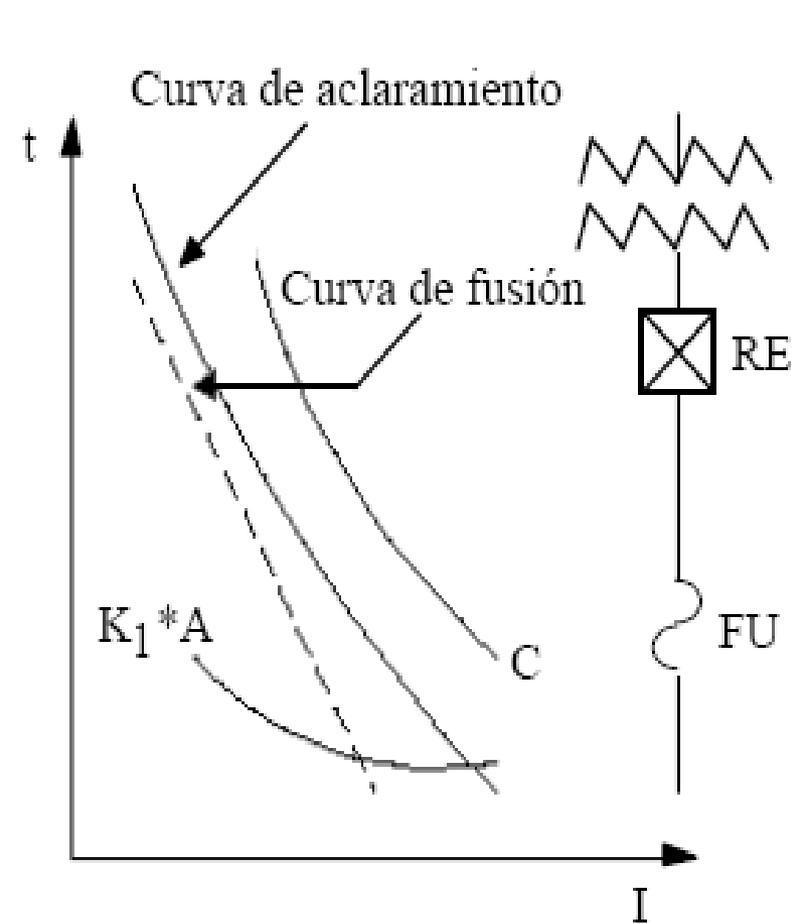

Figura 6.17.- Coordinación reconectador-fusible
- Por lo tanto, el fusible debe operar después de la característica rápida y antes de la lenta del reconectador, como se muestra en la Figura 6.17. Para ello se debe cumplir lo siguiente: